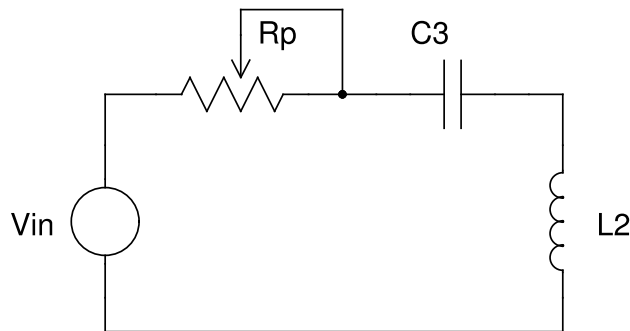

Figura 7.3
- Monte o circuito da figura 7.3;
1. Monte o circuito da figura 7.3 com $10mH < L_2 < 10H, L_2 \neq L_1$, e $10pF < C_3 < 100nF, C_3 \neq C_2$;